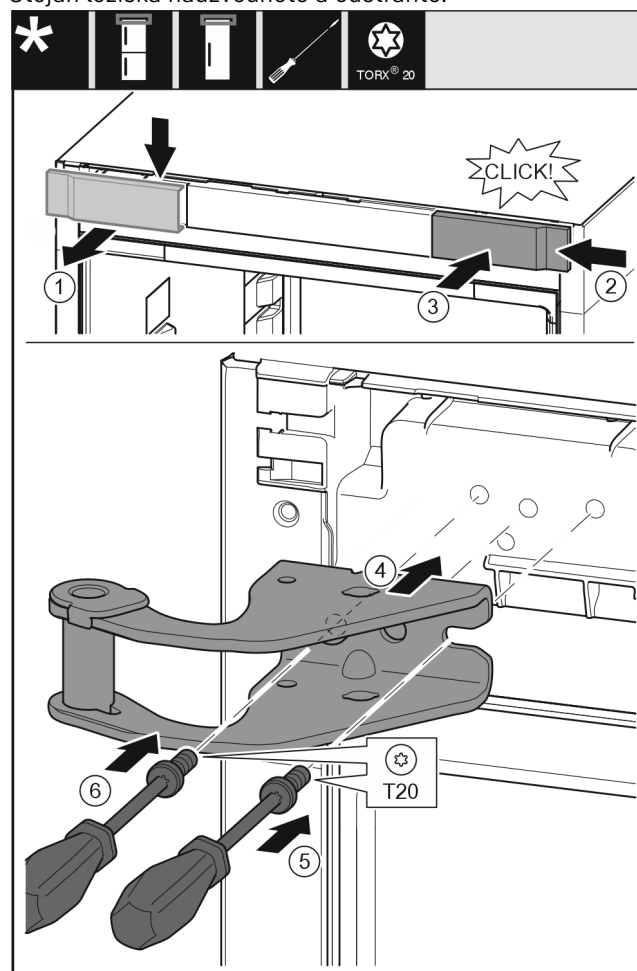

Fig. 11
- ▶ Odeberte kryt Fig. 11 (1) shora dopředu.
- ▶ Kryt Fig. 11 (2) otočený o 180° zavěste na druhé straně zprava.
- ▶ Zaklapněte kryt Fig. 11 (3).
- ▶ Nasadte horní stojan ložiska Fig. 11 (4).
- ▶ Šroubovákem nasadte šroub Fig. 11 (5) a utáhněte.
- ▶ Šroubovákem nasadte šroub Fig. 11 (6) a utáhněte.